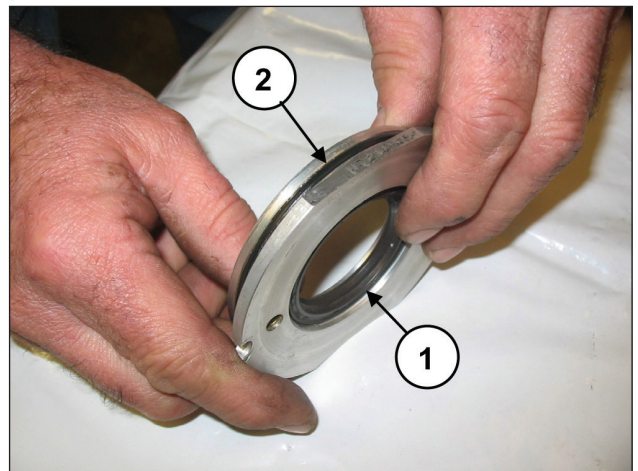

图130
更换油封（部件号①，图130）和外部O形圈（部件号②，图130）。